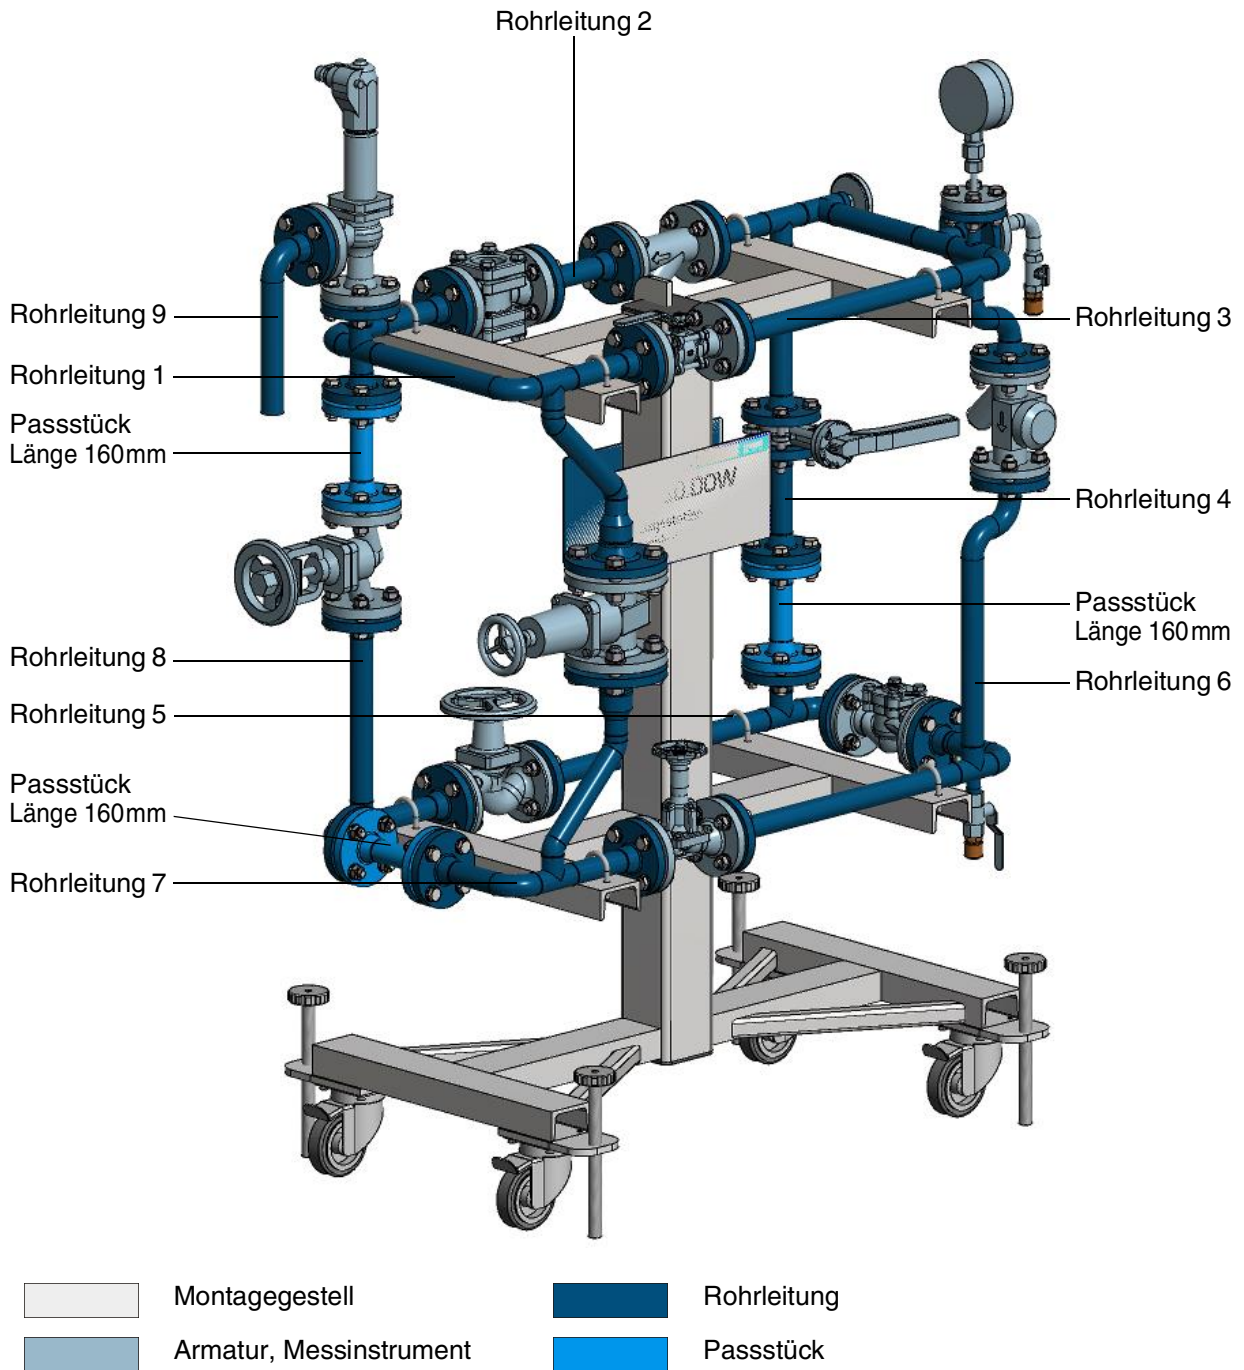

Abb. 3.2 Rohrleitungen und Passtücke
- diverse Rohrleitungen und Passtücke, siehe Abb. 3.2, Seite 8